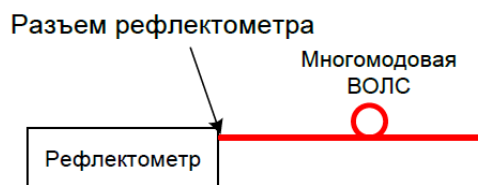

Рисунок 9.2 – Схема измерений затухания методом обратного рассеяния в многомодовой ВОЛС.
3. Соберите схему, в соответствии с Рис. 9.2.